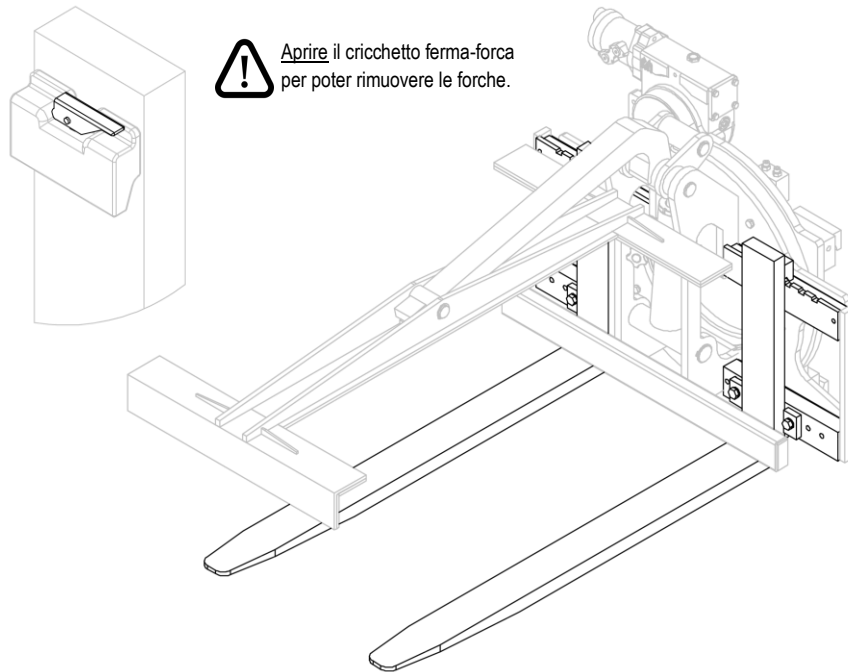
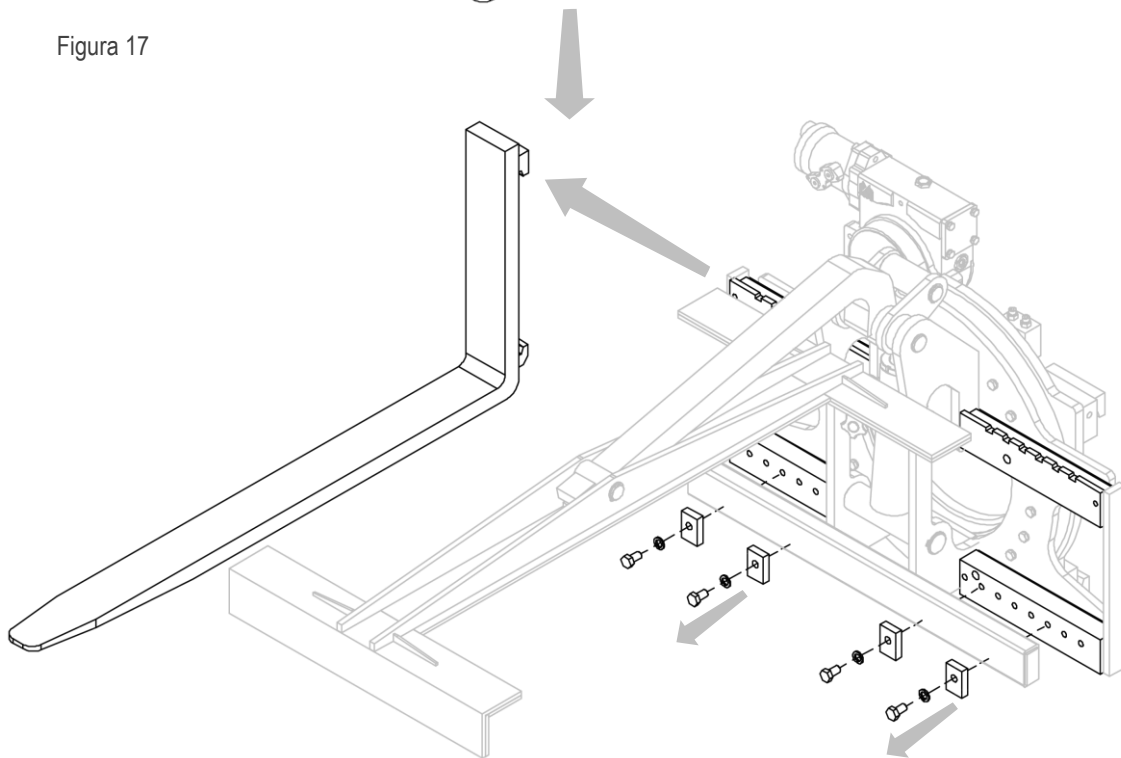

Figura 17
Figura 18
2. Rimuovere le forche dopo aver svitato i fermi forca e aver aperto i cricchetti ferma-forca (vedi *Figura 17* e *Figura 18*).